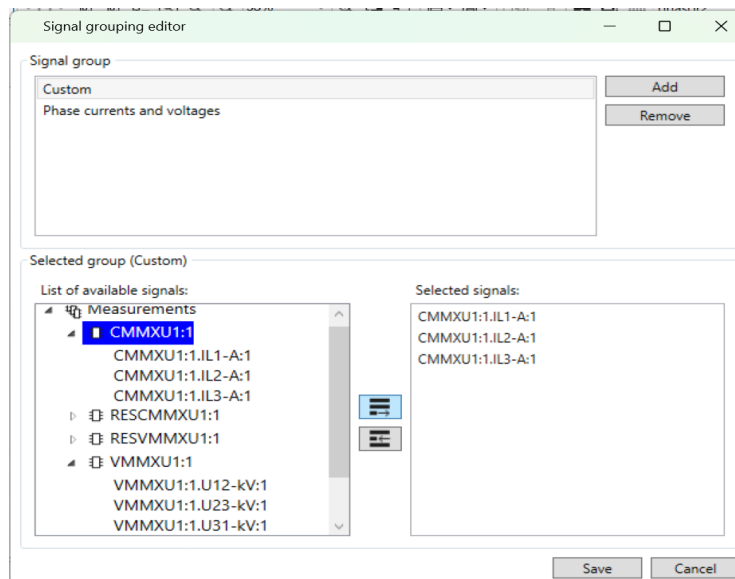

Imagen 178_Asignación de mediciones de corrientes al grupo "Phase currents and voltages".
3.39 En este grupo vamos a seleccionar los voltajes y las corrientes que se habían asignado, teniendo así que en la parte inferior izquierda vamos a seleccionar el conjunto de “*CMMXU1:I*”, que es para las corrientes, que si nuestra estructura está bien veremos que tendremos tres como se muestra en la **Imagen 178**.